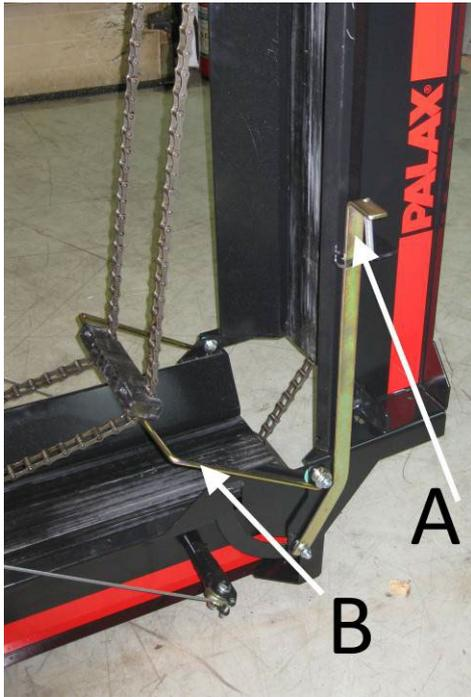

Abb. 5
6. Öffnen Sie die Sperre A, Abb. 5.
8. Entfernen Sie die Kettenhaltestange B (Abb. 5) und stecken Sie sie in die Bohrungen am Rand des Förderers.
### 2.7 Den Förderer in die Arbeitsstellung bringen, Abb. 5
1. Senken Sie den Förderer auf den Boden ab und koppeln Sie die Kettenhaltestange B an (Abb. 5).
2. Öffnen Sie die Sperre A (Abb. 5) und heben Sie die Oberseite des Förderers an.